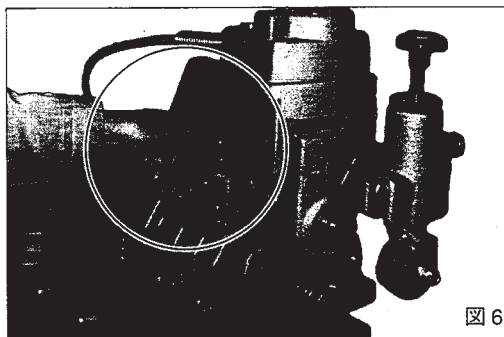

図 6
- 1.上ローラの止めネジを緩め、ローラ軸を引き抜くと上ローラが外れます。(図6)